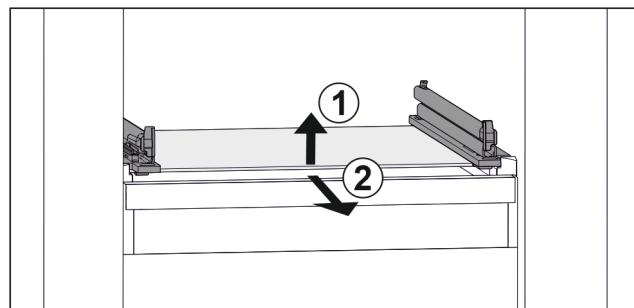

Fig. 46 Príklad zobrazenia sklenenej dosky
- Nadvihnite sklenenú dosku vpred. Fig. 46 (1)
- Odoberte sklenenú dosku dopredu. Fig. 46 (2)